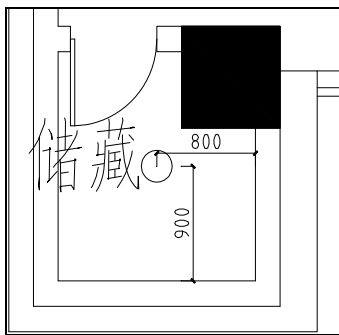

图 14-37 绘制储藏室喷头结果
⑥ 单击“平面消防”→“任意喷头”命令，绘制办公室左下角的储藏室内的喷头图形，结果如图 14-37 所示。